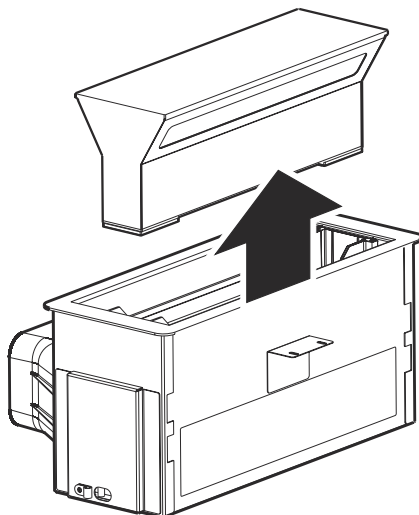

Fig. 7
- 2.** ▶ ■ Tryck ner den vita etiketten mitt på glaset, varefter glaset och belysningen skjuts upp. Ta nu bort hela delen (Fig. 7).